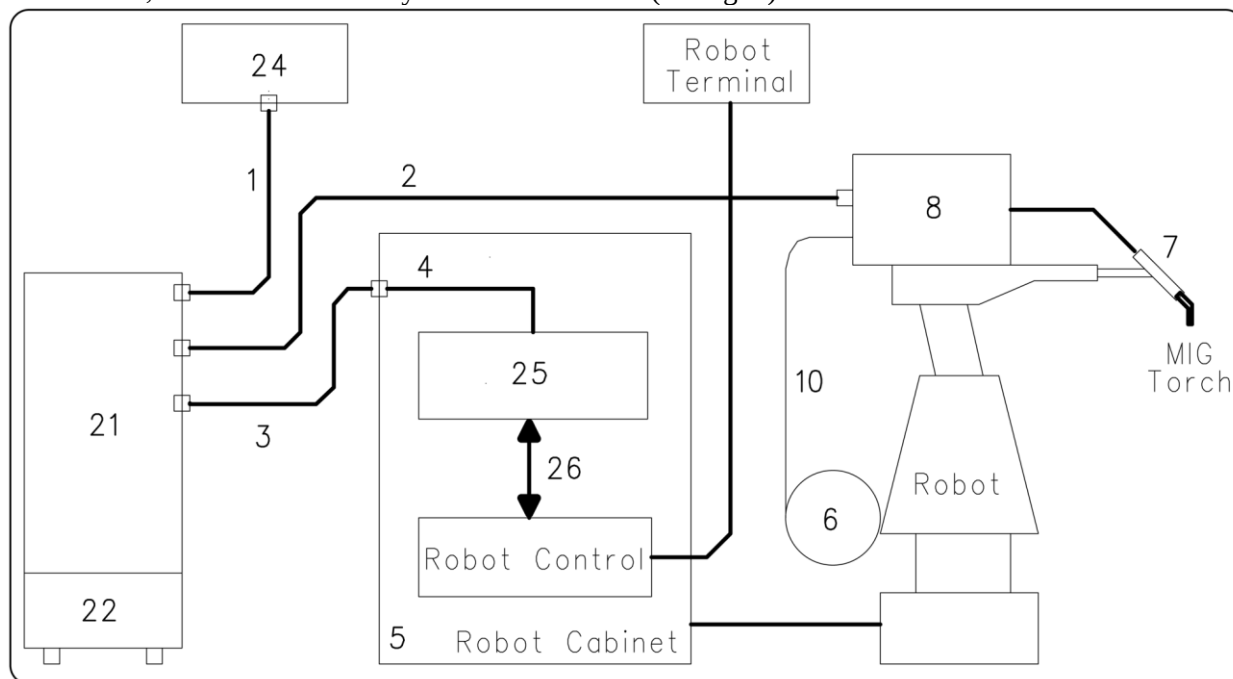

fig. 1
Está compuesto por un Generador, equipado eventualmente con un Grupo de Enfriamiento, un Carro Arrastrhilo, un Panel de Control y una Interfaz Robot (ver fig. 1).
3.2 Puesta en marcha del Generador (fig. 1).